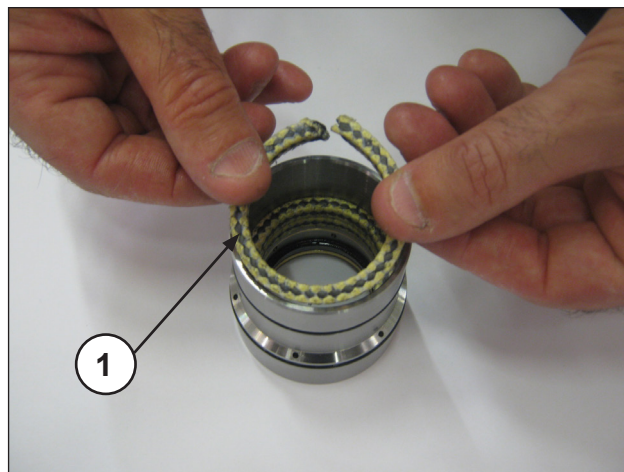

图 34
安装防挤压环(部件号①, 图 33)、三个护垫(注意确保护垫(部件号①, 图 34)相互之间成120°角)、护垫防刮环和弹簧环(部件号①②, 图 35)。